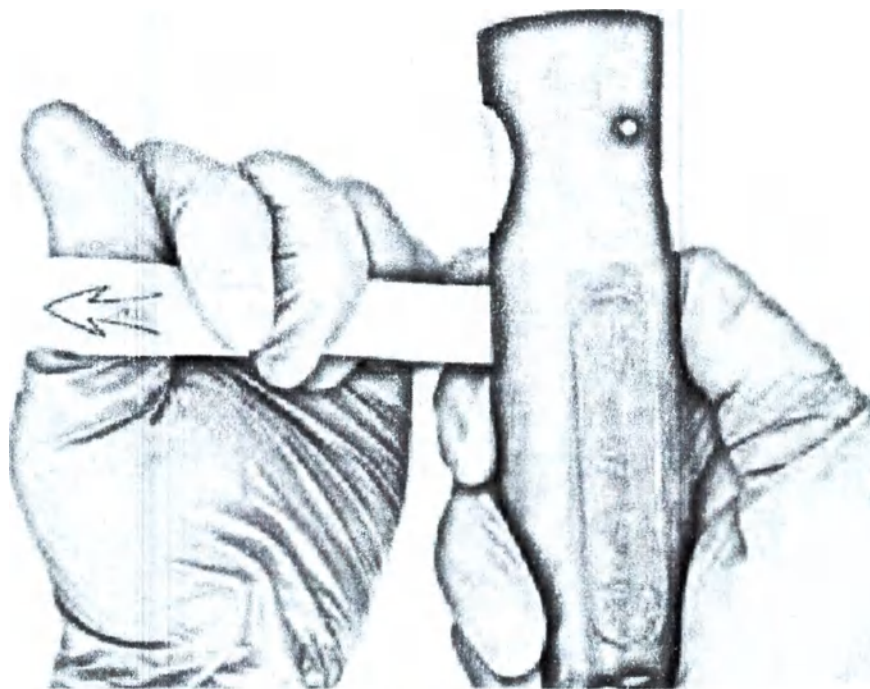

Рис. 2. Извлеките язычок
(1) Перед подсоединением контроллера для открепления спиралей Deromper следует убедиться, что ротационный гемостатический клапан (РГК) надежно соединён с направляющим катетером, чтобы исключить возможность перемещения спирали в процессе подсоединения.
(2) Вскрыть упаковку с контроллером для открепления спиралей Deromper, извлечь язычок, чтобы убедиться, что внутренний источник питания подключен к электрической системе, как показано на Рис. 2.